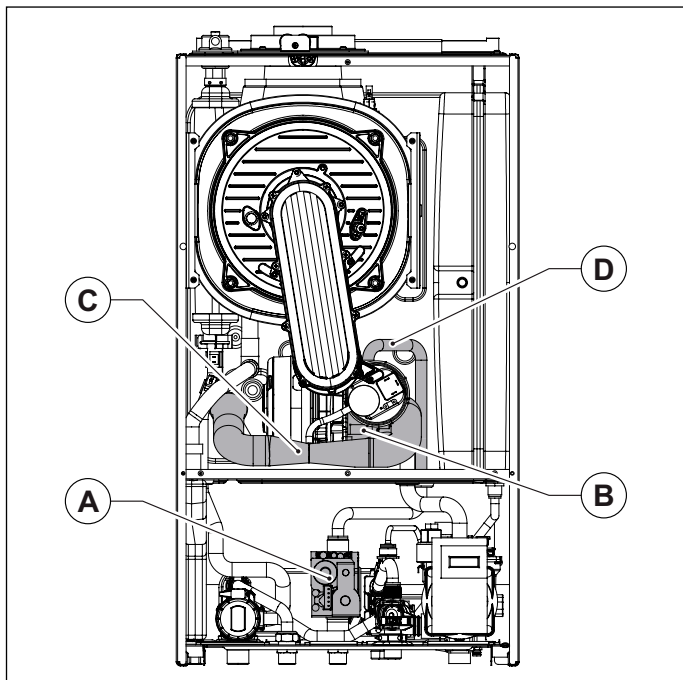

Рис. 36 Забірна труба
- Зняти трубку всмоктування повітря, викрутивши попередньо гвинт, яким вона кріпиться до змішуючого вузла (дивись Рис. 36 Забірна труба).
- Від'єднайте газову трубку від змішуючого вузла (дивись Рис. 36 Забірна труба).